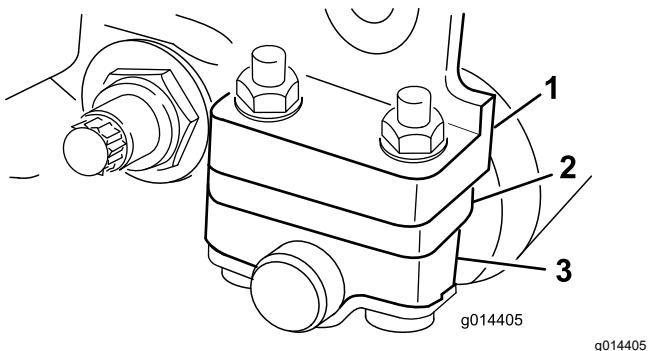
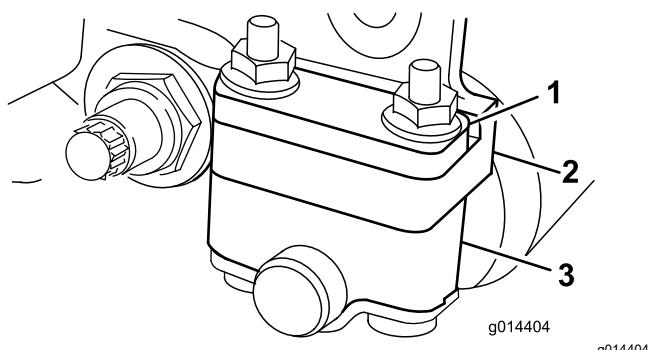

Bild 11
Bild 10
Einstellungen für den Schnitthöhenbereich zwischen 3 mm und 25 mm liegen, wie in Bild 11 dargestellt.
4. Legen Sie die Distanzstücke je nach Bedarf über oder unter den Rollenhalterungen auf die Schrauben (Bild 10 oder Bild 11).